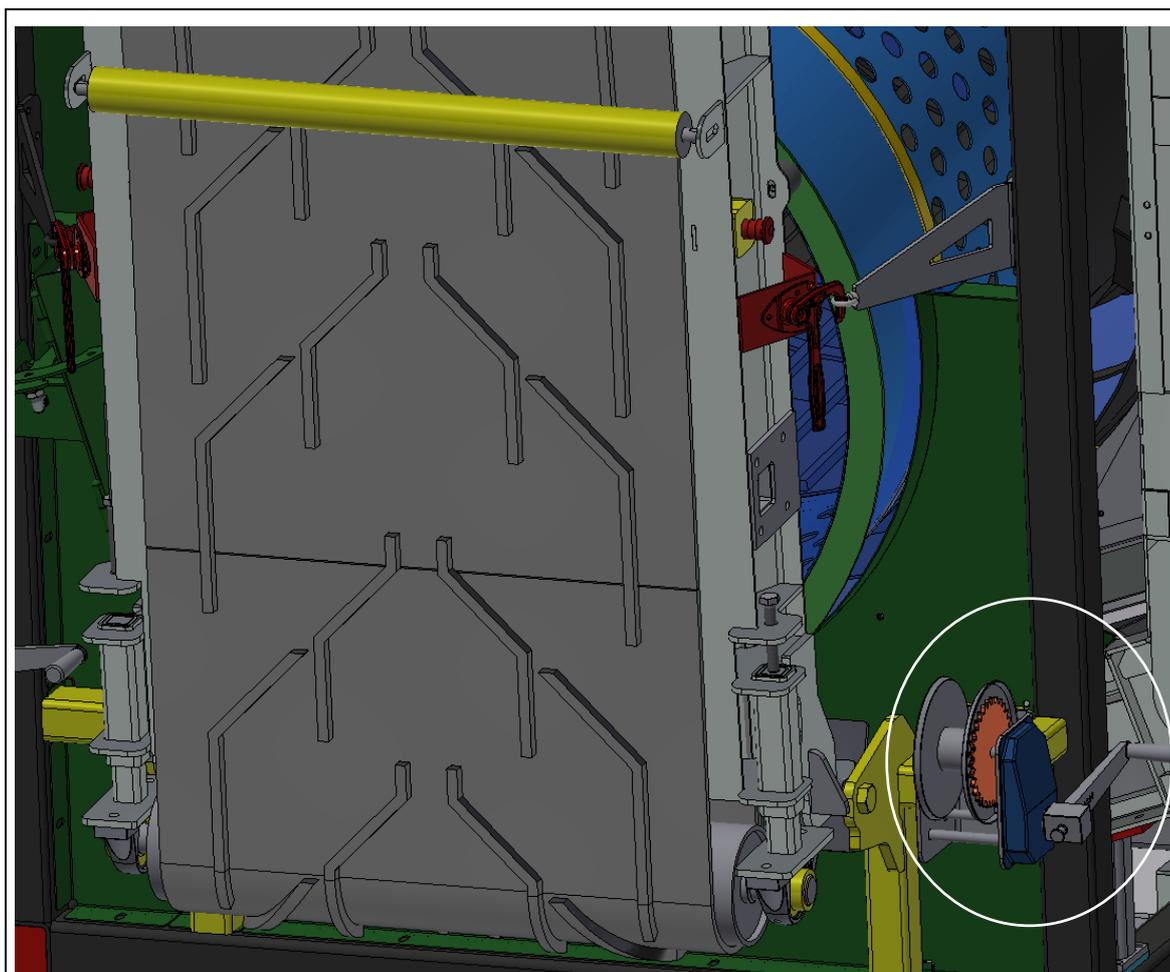

fig. 8-3: Argano della 3^a frazione
1. Inserire la manovella sull'argano (cfr. fig. 8-3).
1. Posizionare la manovella sul verricello (cfr. la fig. 8-3).